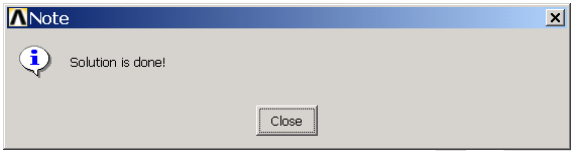

图10.23 计算结束确认对话框
(19) 下面进行求解。单击 Main Menu>Solution>Solve>Current LS 菜单，开始计算。计算结束后，会弹出一个确认对话框，如图 10.23，单击【Close】按钮即可。